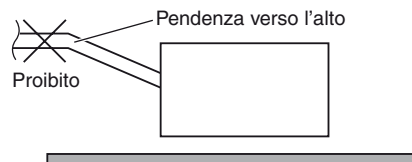

Fig.3-12
- Non installare il tubo con una pendenza in su dal foro di collegamento. Questo causerebbe il riflusso dell'acqua di scarico e perdite dall'unità quando questa non è in uso. (Fig. 3-12)